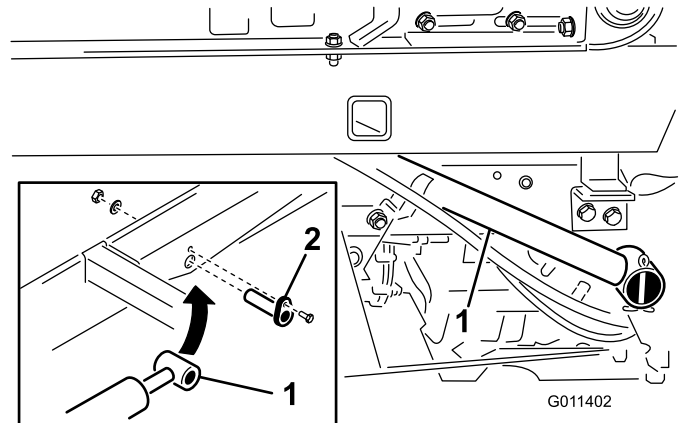

Bild 12
1. Befestigen Sie das Ende jeder Hubzylinderstange mit einem Zylinderstift am Topdresser-Unterteil (Bild 12).
2. Befestigen Sie jeden Zylinderstift mit einer Bundkopfschraube ($\frac{1}{4}'' \times \frac{3}{4}''$), einer Flachscheibe und einer Mutter (Bild 12) am Unterteil des Topdressers.